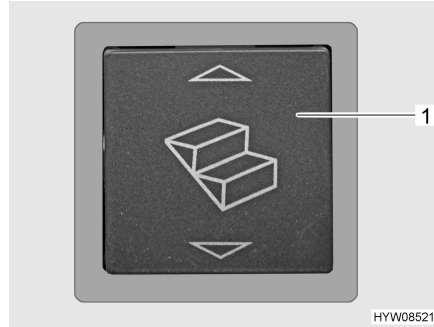

Fig. 1 Bouton-poussoir basculant pour le marchepied (zone d'entrée)
- Appuyer sur le bouton-poussoir basculant (Fig. 1,1) se trouvant dans la zone d'entrée.